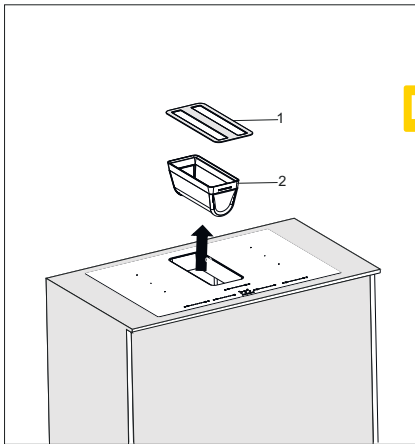

Fig. 12
1. ➤ ■ For å demontere fettfilteret skal den dekorative frontplaten først fjernes i pilens retning (Fig. 12).